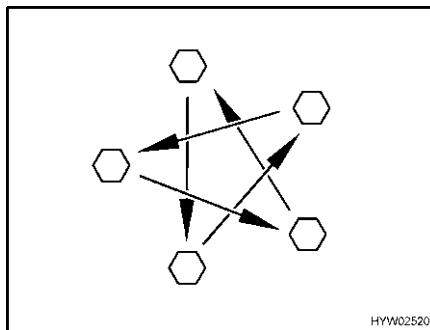

Fig. 135 Serrare a croce i dadi o i bulloni delle ruote
- Controllare regolarmente il serraggio dei dadi o dei bulloni. Regolare a croce (Fig. 135) il serraggio dei dadi o dei bulloni di una ruota sostituita dopo circa 50 km.
- ▷ Serrare a croce i dadi o i bulloni delle ruote (Fig. 135).